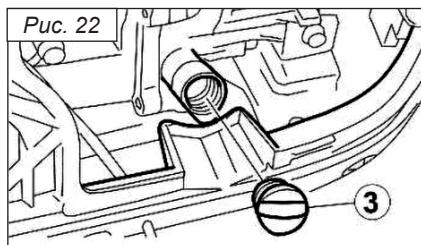

Рис. 22
3. Снимите крышку маслозаливной горловины ③, рис. 22.